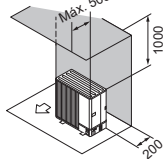

Fig. 2-10
- (2) Obstrucciones o superficies cerradas solo en las partes posterior y superior (Fig. 2-10)